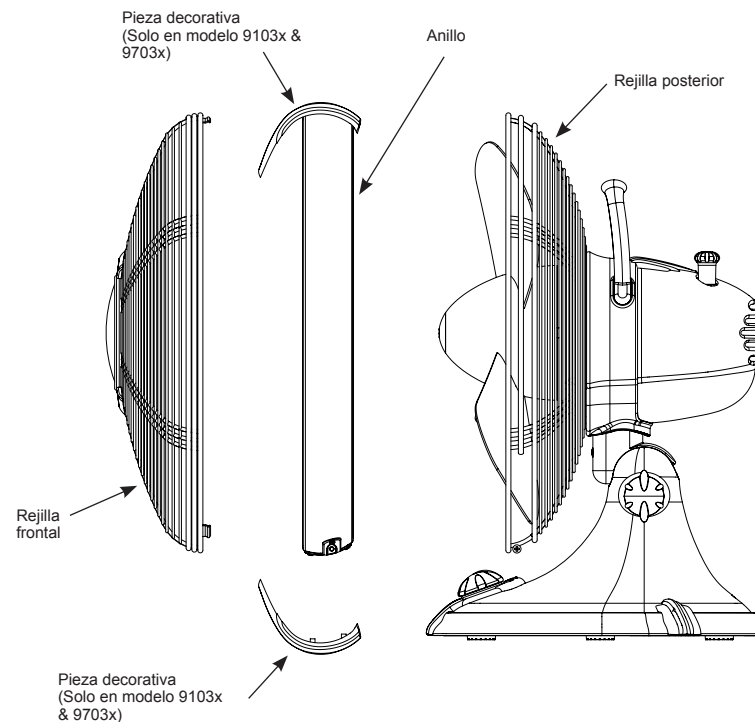

FIGURA 5
3. Retire el anillo, la pieza decorativa inferior (solo en los modelos 9103x & 9703x) y la rejilla delantera. Vea la Figura 5.